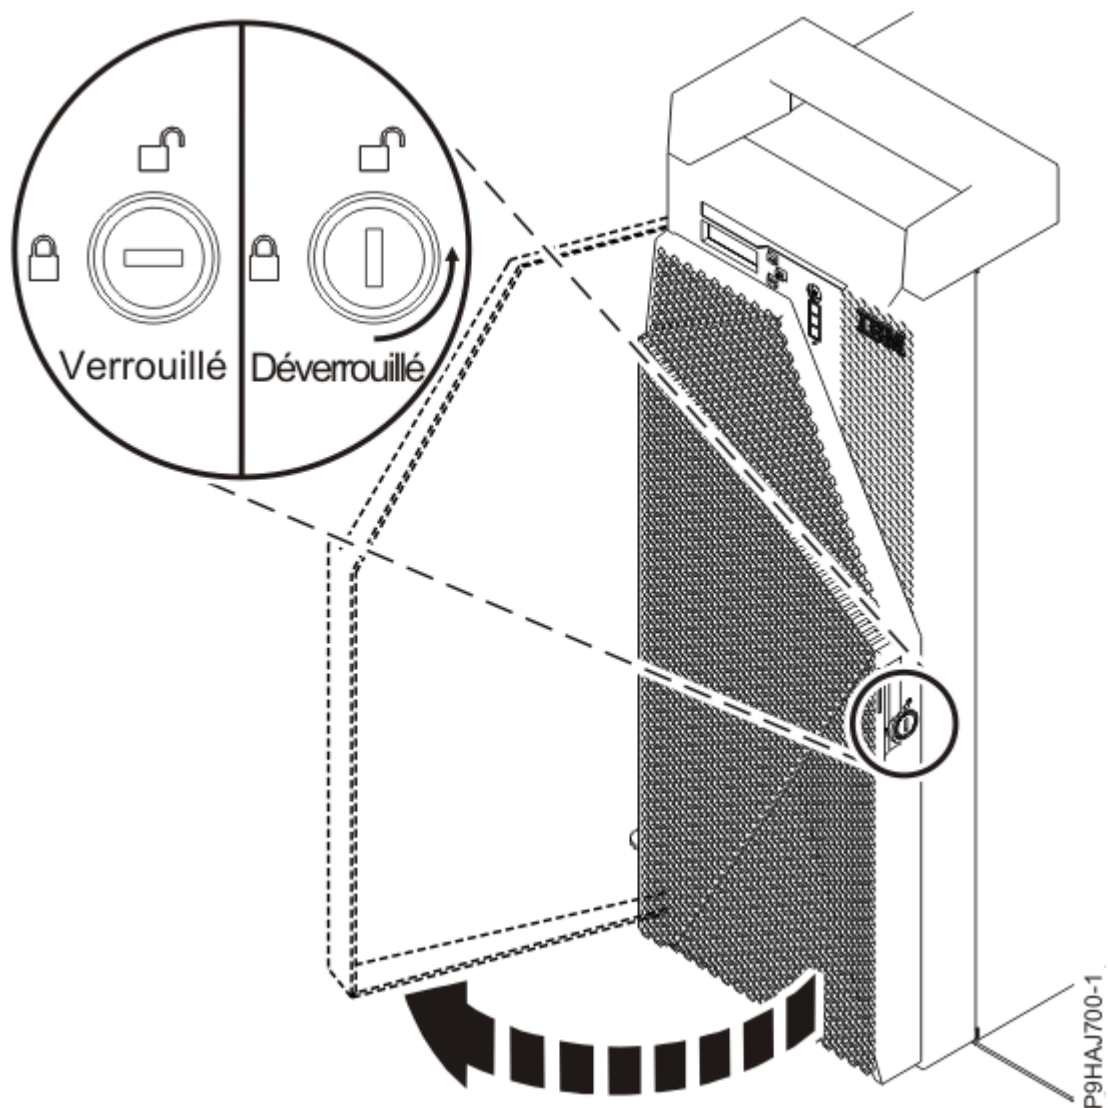

Figure 2. Déverrouillage du volet avant
- a) Insérez la clé du volet avant dans le verrou, comme illustré dans la Figure 2, à la page 3. Tournez la clé vers la gauche (dans le sens contraire des aiguilles d'une montre) afin de déverrouiller le volet. Horizontal correspond à la position verrouillée ; vertical correspond à la position déverrouillée. Ouvrez le volet avant.